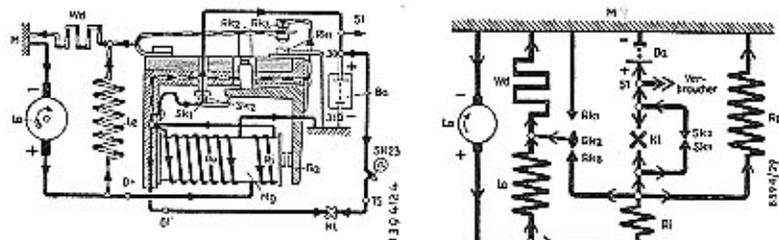

Bild 19\*
- bb) Regelung am oberen Kontaktpaar (siehe Bild 19)\*. (Die Kontakte Rk 2 und Rk 3 schließen und öffnen sich in schneller Folge.) Sobald Rk 2 den Kontakt Rk 3 berührt, wird die Erregerwicklung Le gewissermaßen kurzgeschlossen. Die erzeugte Spannung sinkt in diesem